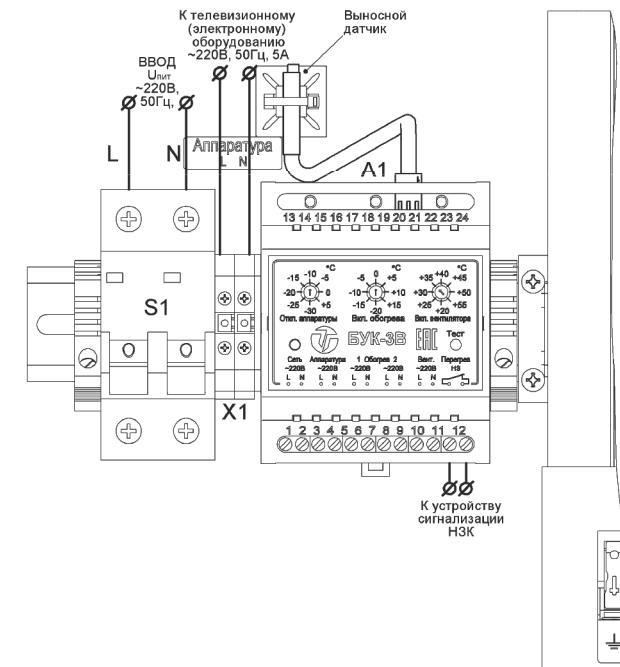
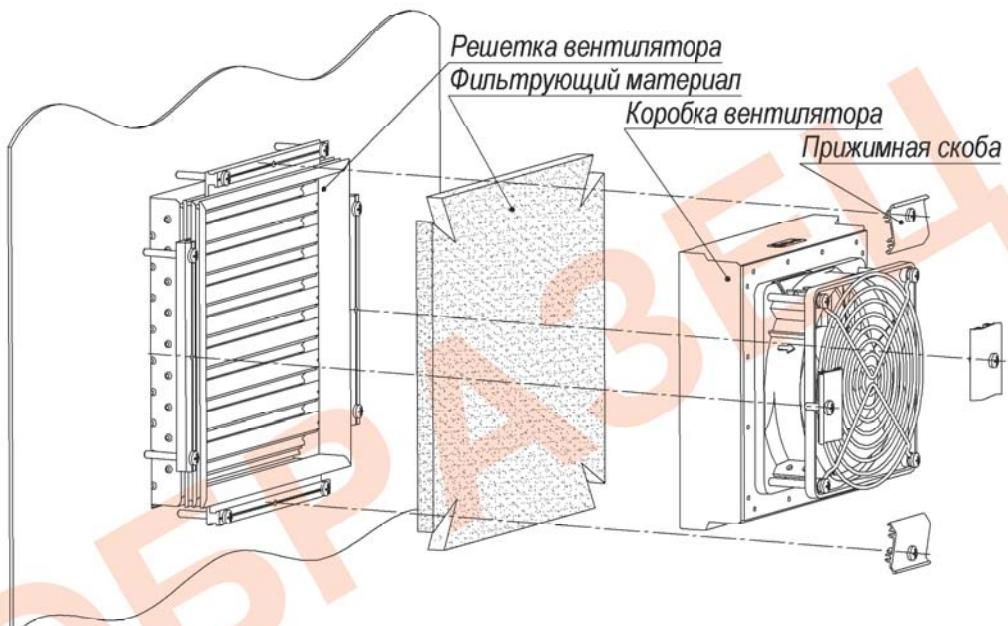

Рис.2. Подключение термошкафа
Рис.3 Замена фильтрующего элемента ВТШ-125
3. Отсоединить провода кабеля K1 (рис.3) от колодки вентилятора ВТШ-125.
Подключение термошкафа производится в соответствии со схемой электрической принципиальной (рис.3) и рис.2. Для подключения необходимо:
Для замены фильтрующего элемента (рис.3), необходимо: